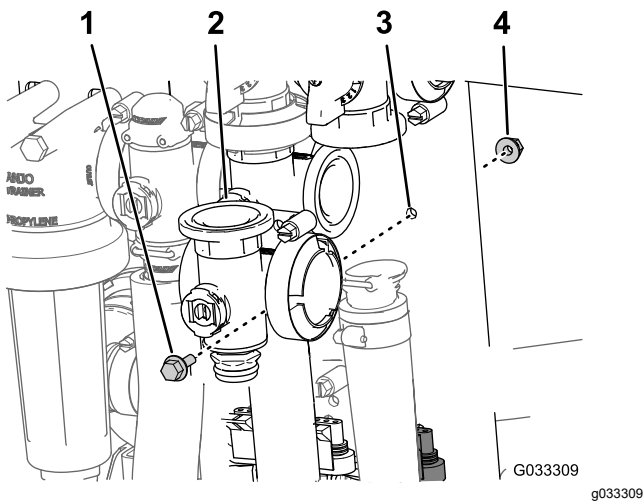

Рисунок 72
- Выверните болт с фланцевой головкой и фланцевую контргайку, которые крепят главный клапан секций к опоре крепления, и снимите коллектор клапана с машины (Рисунок 72).